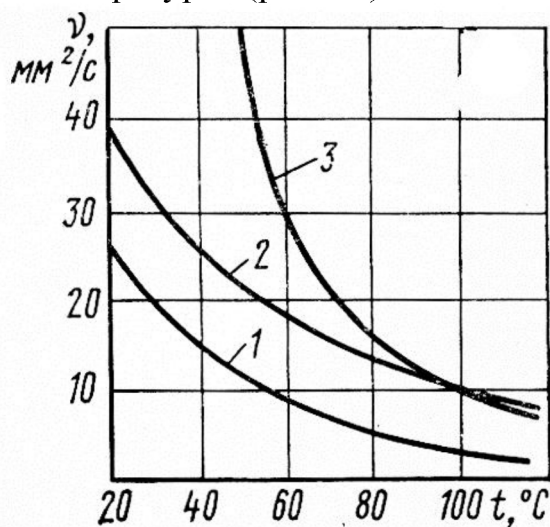

Рис.46. Влияние вязкостной присадки на вязкость масла при различных температурах:
1. Вязкостные присадки (в основном полиизобутилен) добавляют (2...5%) в маловязкие масла для загущения - обеспечения достаточной вязкости при рабочих температурах (рис. 46).